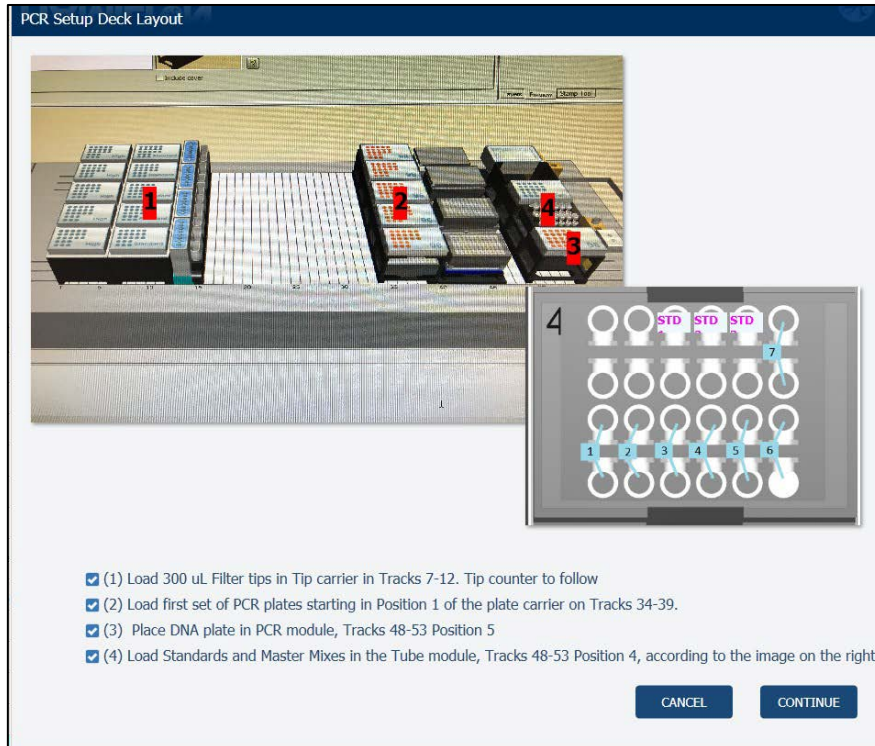

Figure 5. Diagramme pour charger les pointes, les plaques et les flacons aux emplacements spécifiés.
5. Dans la fenêtre suivante affichée, choisissez la plaque à laquelle vous souhaitez ajouter les contrôles (une seule plaque est requise pour le test COVID, le protocole standard consiste donc à sélectionner la plaque 1). Cliquez sur «Continue» et dans la fenêtre suivante affichée, sélectionnez les options de distribution multiple. Le protocole standard pour la méthode COVID est d'avoir un mélange dit «master» distribué en plusieurs fois et l'ARN en une seule distribution. Le diagramme de disposition de la plateforme montrant les emplacements des pointes à filtre, de la plaque PCR, de la plaque d'ARN et des flacons contenant les standards et les mélanges dits «master» à charger s'affiche ensuite comme illustré dans la **Figure 5**. Chargez les pointes à filtre, suivis des plaques et des standards comme indiqué dans le diagramme. Après avoir vérifié la liste, cliquez sur «Continue».